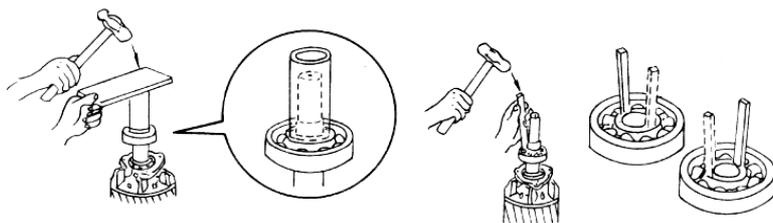

图4-55 用冷套法安装轴承
(1) 装配前检查。装配前应认真清点各零部件的个数，检查定子、转子、轴承上是否有杂物或油污。
(2) 装配轴承。①检查轴承质量是否合格，用机油清洗轴承，并加适当润滑脂。安装时标号必须向外，以便以后更换时核查轴承型号；②安装时可采用冷套和热套两种方法。冷套法：把轴承套到轴上，用一段铁管，一端对准轴颈，顶在轴承的内圈上，用手锤敲打另一端，缓慢地敲入，方法如图4-55所示。热套法：轴承可放在温度为 $80^{\circ}\text{C} \sim 100^{\circ}\text{C}$ 的变压器油中，加热 $20 \sim 40\text{min}$ 趁热迅速把轴承一直推到轴肩，冷却后自动收缩套紧。在加热中应注意温度不能太高，时间不宜过长，以免轴承退火；轴承应放在网孔架上，不与油箱底或箱壁接触；轴承受热要均匀。